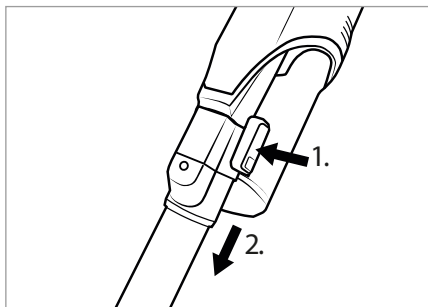

Fig. 11
- ♦ For at fjerne sugerøret 23 fra produktet skal du trykke på oplåsningsknappen til sugerøret 24 og holde den nede og tage sugerøret 23 ud af produktets sugeåbning (se fig. 11).